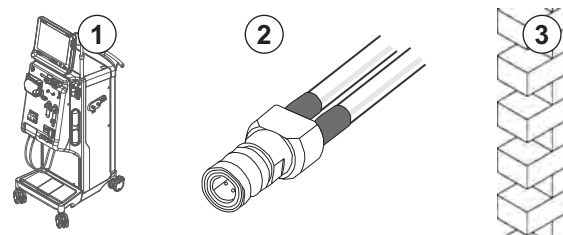

Bild 4-5 Tillval 2: Vatteninlopp med Aquaboss-koppling för vattenslinga
Tillval 2: En vattenslinga används. Slangarna som går från och till väggen är fästade i honkopplingen (Bild 4-5, ②).
1. Anslut honkopplingen ② direkt till maskinen.